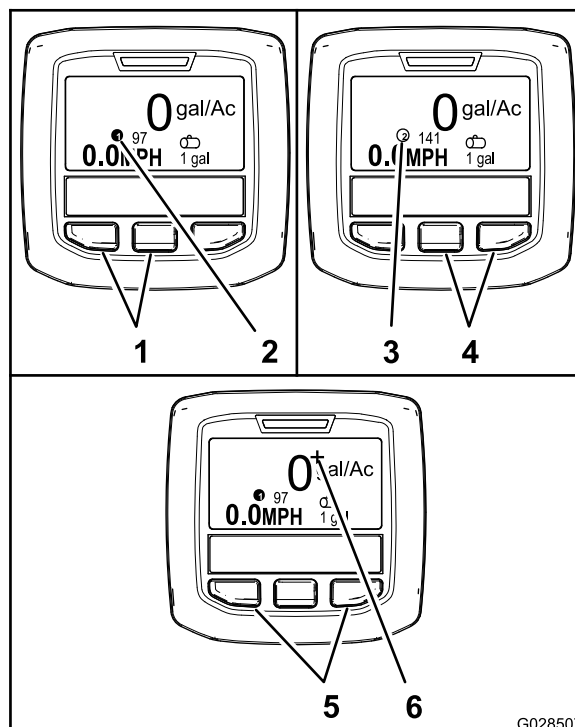

Figura 65
- Pentru a selecta rata de aplicare 1, apăsați cele 2 din stânga de pe InfoCenter (Figura 65).
**Notă:** Apare pictograma ❶.
- Pentru a selecta rata de aplicare 2 (rată de aplicare), apăsați cele 2 butoane din dreapta (Figura 65).
**Notă:** Apare pictograma ❷.
- Pentru a aplica temporar o rată de aplicare amplificată, apăsați i meninei cele 2 butoane exterioare (Figura 65).